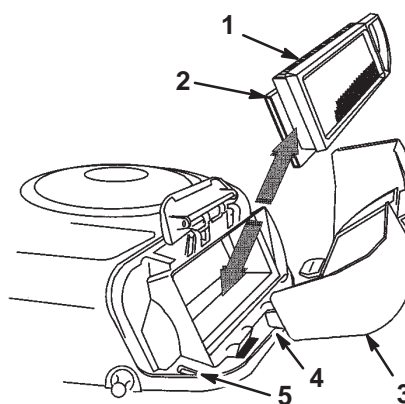

Figure 24
8. Sortez avec précaution les éléments en papier et en mousse du carter de soufflante (Fig. 24).
2. Placez les languettes du couvercle du filtre à air en face des fentes du carter de soufflante (Fig. 24).